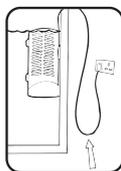

fig. 1
C. Per evitare che gocce d'acqua, scendendo lungo il cavo, possano raggiungere e penetrare nella presa, si consiglia di far assumere al cavo un'ansa più bassa del collegamento presa-spina (fig. 1).
3. Con le mani asciutte, collegare il filtro assicurandosi di far assumere al cavo un'ansa più bassa del collegamento presa-spina per evitare che gocce d'acqua possano raggiungere e penetrare nella presa (fig.1)